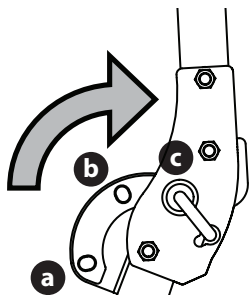

Fig. 5
2. Cuando ambas chavetas de cierre estén fijas en la posición AJUSTE, levante lentamente y gire el ROPS superior desde la posición TRANSPORTE (a), pasando por la posición TRANSPORTE CON EMBOLSADORA (b) hasta llegar a la posición FUNCIONAMIENTO (c) (Fig. 5).